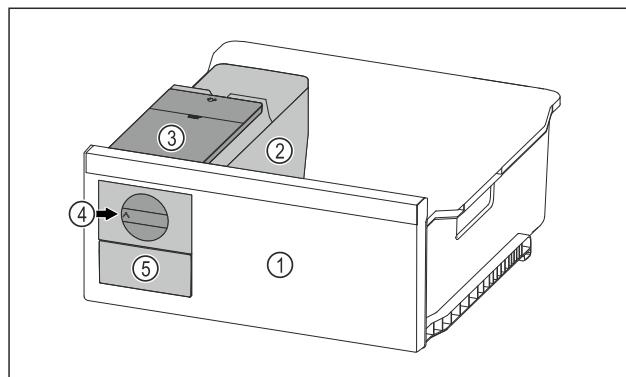

Fig. 99 Ілюстративне зображення
- Поворотну ручку Fig. 99 (4) повернути за годинниковою стрілкою до упору.
- Кубики льоду випадають із ванночки для кубиків льоду у висувний ящик для кубиків льоду Fig. 99 (5).